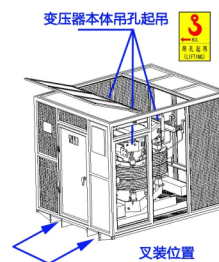

图3
(3)产品带普通防护外壳时，因外壳不属于承力体，带外壳产品不能通过外壳直接起吊，必须先打开外壳顶盖，然后通过变压器本体的四个吊孔进行起吊，见图3。如普通防护外壳为单独包装，则按吊装操作流程安装好变压器本体后，再组装产品外壳（详细安装流程参考“项7.10”）。